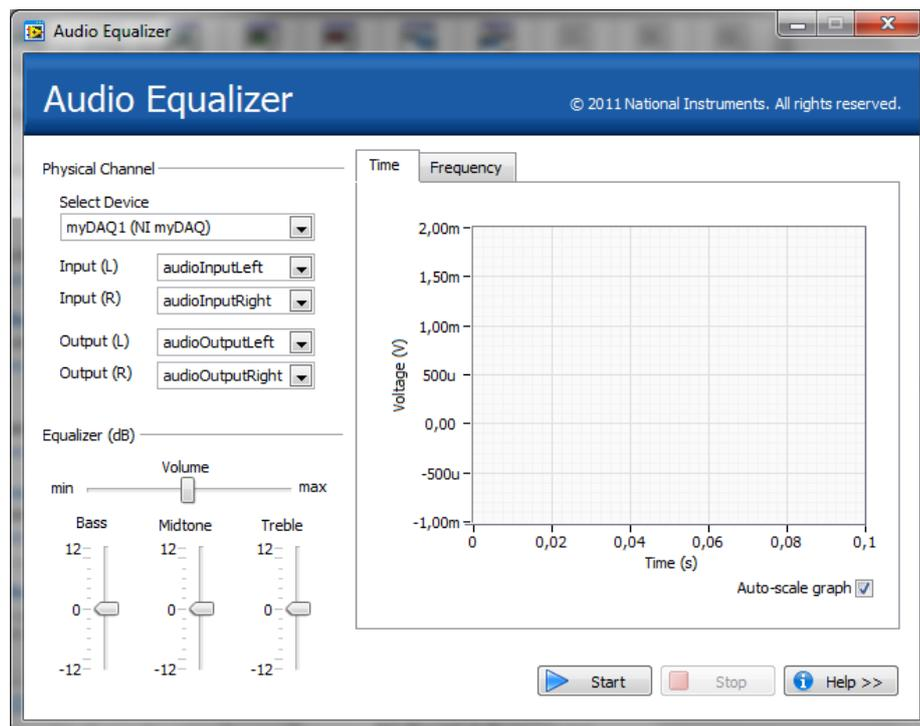

Abb.4.1.2: Ein neues weiteres SFP-Instrument, der Audio Equalizer für myDAQ
Wählt man die Registerkarte 'Featured Instruments' (≡ empfohlene Instrumente) aus, so erscheint im Fenster ❸ eine Anzahl weiterer fertiger SFP, die von NI zusätzlich für myDAQ entwickelt wurde. Diese SFP-Geräte können Sie einfach durch Mausklick anwählen und sofort verwenden, z.B. den **Audio-Equalizer** in **Abb.4.1.2**: